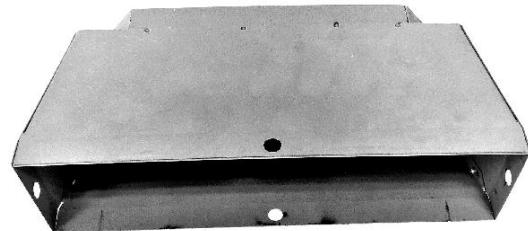

Рис. 6А
6. На вентиляционный канал (Е), подвешенный к цоколю, устанавливаем крепление угольного фильтра (G) (Рис. 6А и 7А).